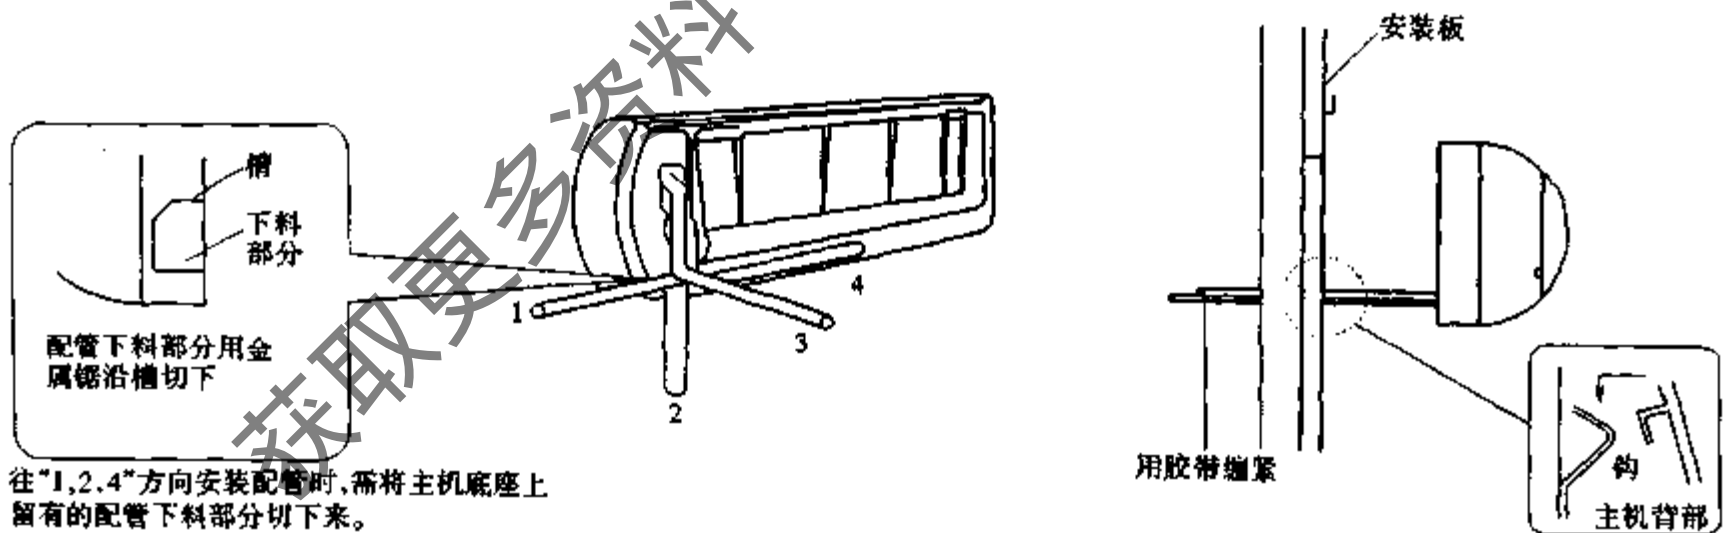

图 7-35 室内机配管方向的安装
(1) 如图 7-35, 往“3”方向安装配管时, 一边往配管孔里插入配管和排水软管, 一边把主机靠在安装板上。